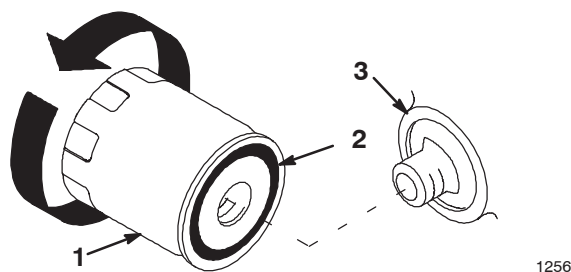

Figure 19
9. Changez le filtre à huile au besoin (Fig. 19).
2. Déposez le filtre à huile usagé et essuyez la surface du joint de l'adaptateur (Fig. 19).
3. Appliquez une fine couche d'huile propre sur le joint en caoutchouc du filtre de rechange (Fig. 19).
4. Posez le filtre à huile de rechange sur l'adaptateur. Tournez le filtre dans le sens horaire jusqu'à ce que le joint rejoigne l'adaptateur, puis donnez 1/2 à 3/4 de tour supplémentaire (Fig. 19).